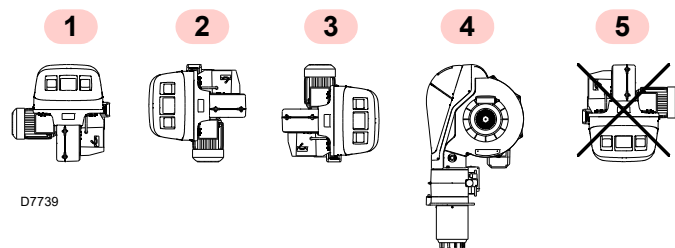

Abb. 9
- Der Brenner kann ausschließlich in den Stellungen **1, 2, 3** und **4** (Abb. 9) funktionieren.